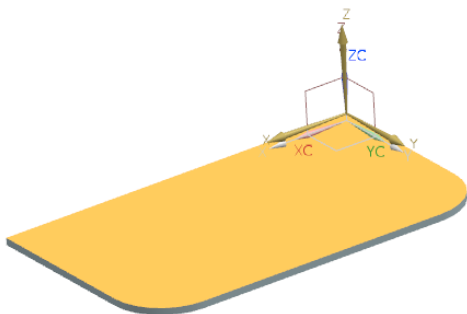

图 4-8 选择草图绘制面
- (2) 单击  图标，选择如图 4-8 所示的面为草图绘制面。